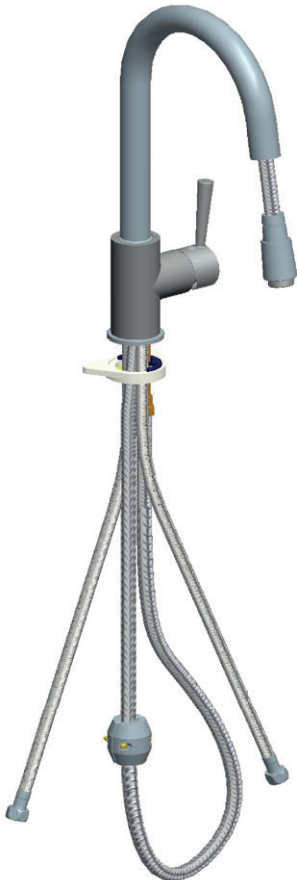

Fig. 4: Montering av motvikt.
4. Fixera motvikten på den utdragbara innerslangen i position enligt Fig. 4. **OBS!** Felaktig placering av motvikten gör att den automatiska tillbakadragningen av strålsamlaren inte fungerar.